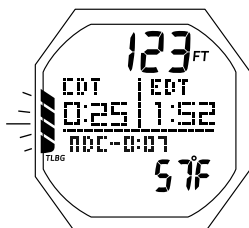

Fig. 156 - ALARMA DEL TLBG EN MODO FREE
Cuando el nitrógeno aumenta hasta llegar al nivel de precaución (4 segmentos del TLBG), la alarma hará sonar 3 series de (3) pitidos de 0,500 segundos, durante los cuales los segmentos del TLBG parpadearán en la pantalla principal (Fig. 156).